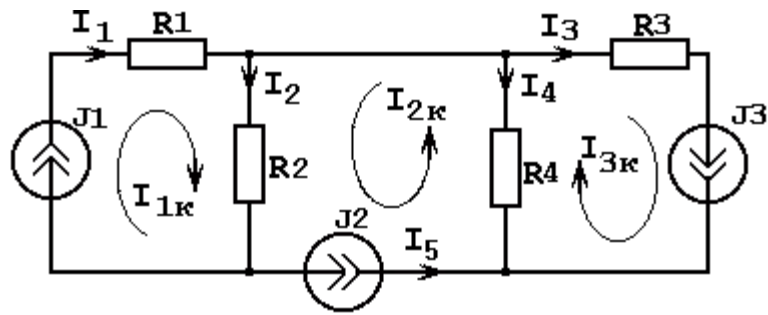

Рисунок 1.76
3. Указываем условно-положительные направления токов в ветвях и контурных токов в схеме (рисунок 1.76). При этом целесообразно направления контурных токов выбирать совпадающими с направлением токов в соответствующих источниках тока. Причем в каждой ветви с источником тока должен быть только один контурный ток.